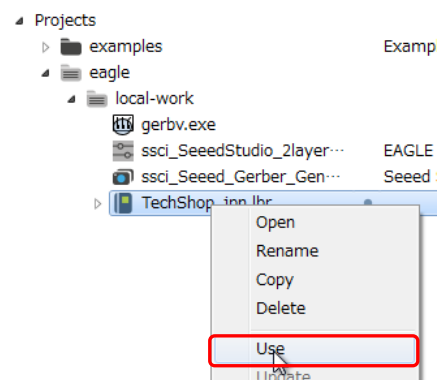

図 1
- (3) TechShop\_tky.lbr の使用
- ① EAGLE を起動します。
- ② Projects → eagle → local-work とダブルクリックして進みます。図 1
- ③ TechShop\_tky.lbr を右クリックし、プルダウンメニューの Use をクリックします。図 1